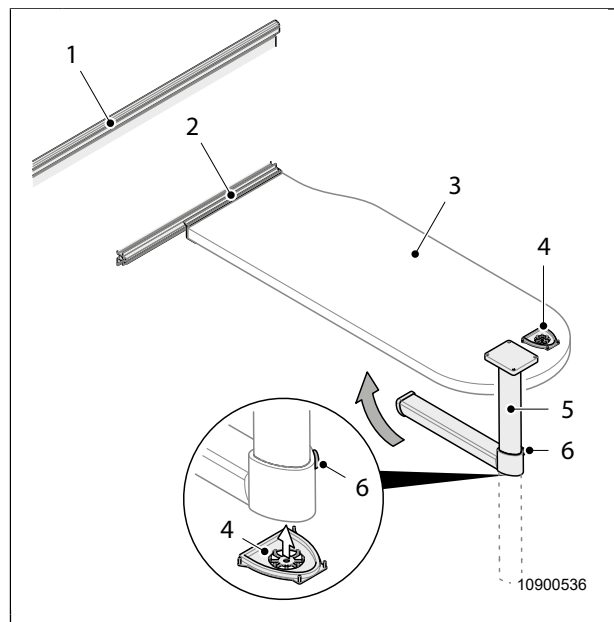

Fig. 32 Trasformazione del tavolo sospeso in posto letto
3. Sollevare il piano del tavolo (Fig. 32, pos. 3) verso destra e sganciarlo dal binario guida superiore (Fig. 32, pos. 1).
4. Premere il pulsante sul giunto della gamba del tavolo (Fig. 32, pos. 6) e ripiegare la gamba del tavolo.
5. Estrarre la base del pavimento (Fig. 32, pos. 4) dal supporto sotto il tavolo.
6. Fissare la base del pavimento (Fig. 32, pos. 4) alla parte inferiore del giunto.
7. Agganciare il piano del tavolo in posizione sollevata verso destra nel binario guida inferiore (Fig. 32, pos. 2).